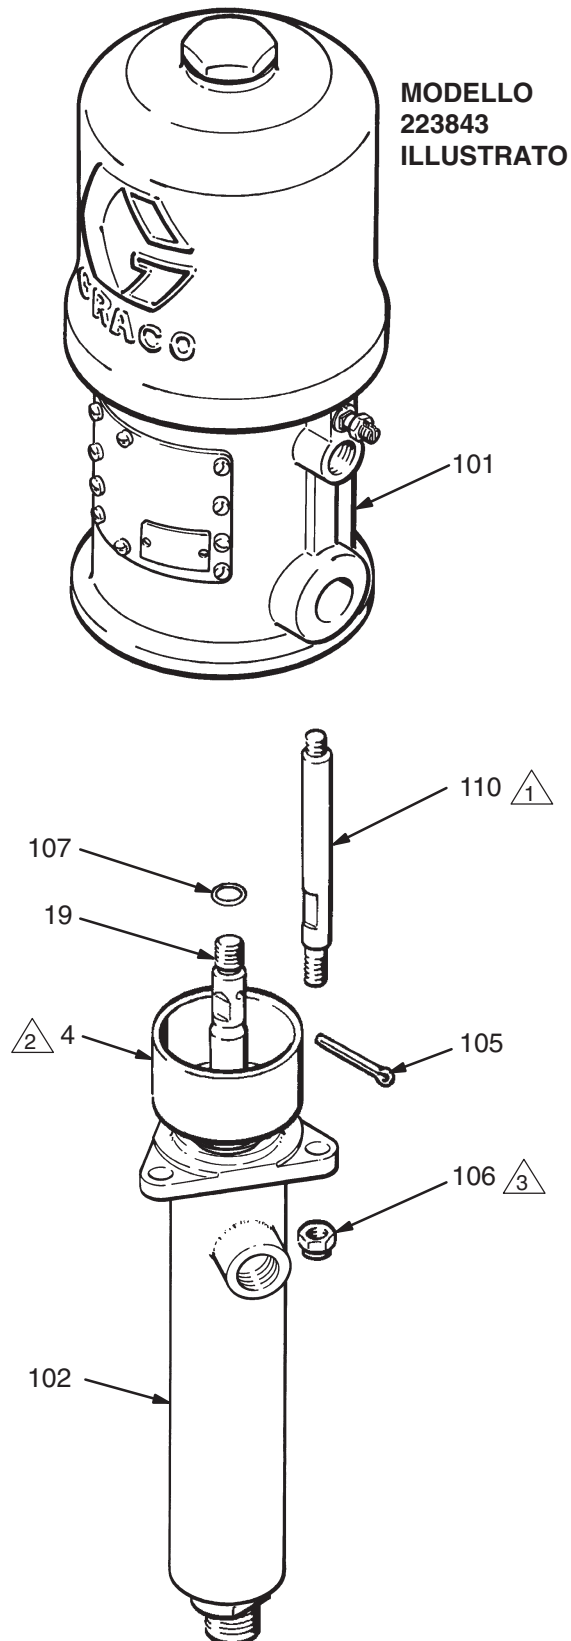

Fig. 3
3. Svitare i controdadi (106) dell'asta di aggancio (110). Rimuovere la coppiglia (105). Svitare l'asta del pompante (19) dal motore pneumatico (101). Tirare con cura il pompante (102) fuori dal motore pneumatico (101). Fare riferimento a Fig. 3.